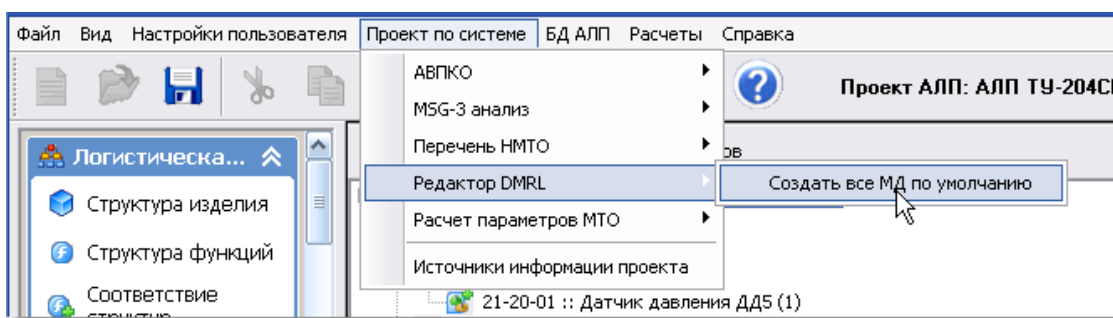

Рис. 9-27
1. В главном меню выберите **Проект по системе** → **Редактор DMRL** → **Создать все МД по умолчанию** (рис. 9-27).